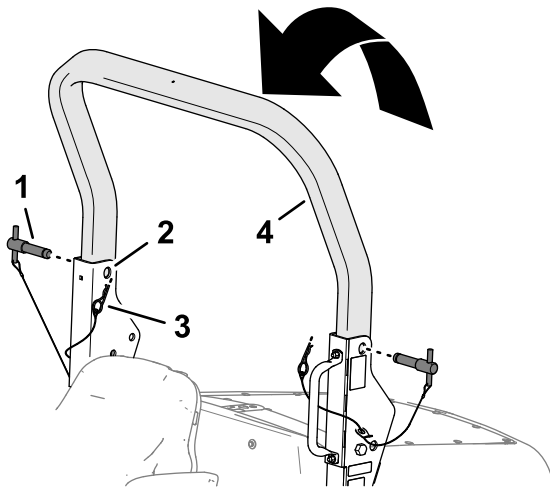

Figura 32
3. Eleve la barra antivuelco superior hasta que los taladros en la barra antivuelco se alineen con los soportes de giro (Figura 32).
4. Inserte los pasadores de la barra antivuelco a través de los taladros superiores de los soportes de giro y la barra antivuelco superior (Figura 32).
5. Fije los pasadores de la barra antivuelco a los soportes de giro con las chavetas (Figura 32).